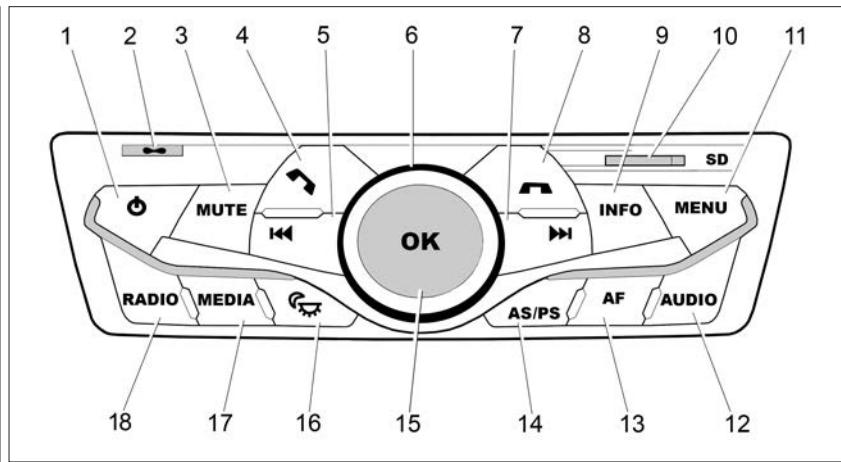
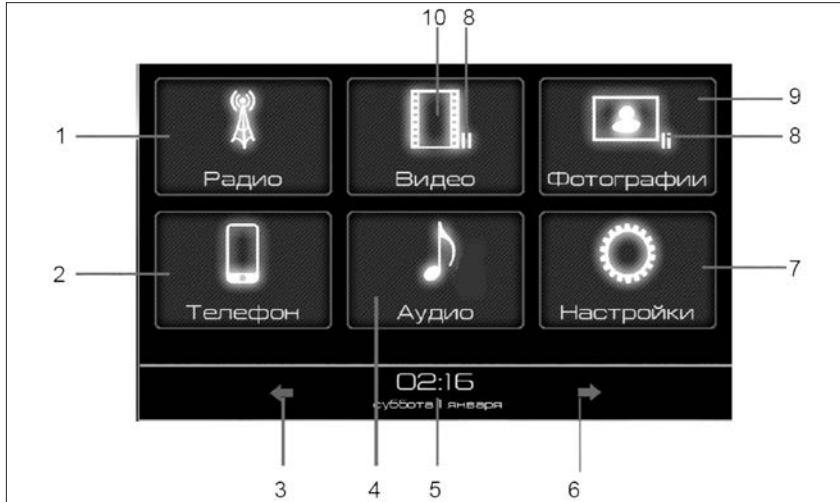

Рис. 52. Панель управления мультимедийной системой
Рис. 53. Окно главного меню
На панели управления мультимедийной системы размещены следующие функциональные кнопки (рис. 52):
1.1 Для включения MMC нажмите на **кнопку 1** (рис. 52). Для выключения нажмите кнопку 1 и удерживайте ее в нажатом положении более 2-х секунд. Для перезагрузки удер-
живайте нажатой **кнопку 1** (рис. 52) до появления логотипа ЛАДА на дисплее.
Управление мультимедийной системой (MMC) можно осуществлять при помощи кнопок и на панели управления (рис. 52), и при помощи сенсорных кнопок, находящихся на дисплее (рис. 53, 54).
1.2.1 Регулировка громкости осуществляется вращением **ручки 6 (энкодера)** вправо или влево (рис. 52).
1.3.1 После первого включения системы или перезагрузки на дисплее отображается окно «**Главное меню**» (рис. 53).
- кнопкой **«Радио» (18)** (рис. 52) на панели управления;
- кнопкой **«Радио»** в главном меню (рис. 53) на дисплее;
На панели управления при нажатии на кнопку **AS/PS (14)** (рис. 52) можно осуществить поиск радиостанций в диапазоне и запоминание всех найденных радиостанций, включение и выключение режима **RDS**.
- нажатием кнопки «**Аудио**» (4) на дисплее (рис. 53);